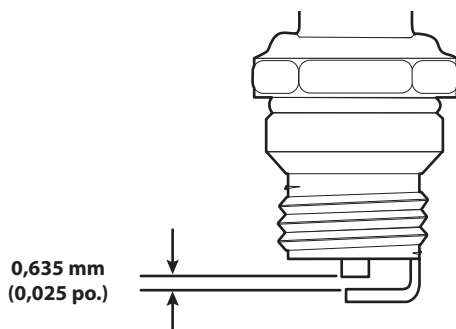

Fig. 30
4. Utilisez une jauge d'épaisseur pour régler l'écartement à **0,635 mm (0,025 po.)** (Fig. 30).